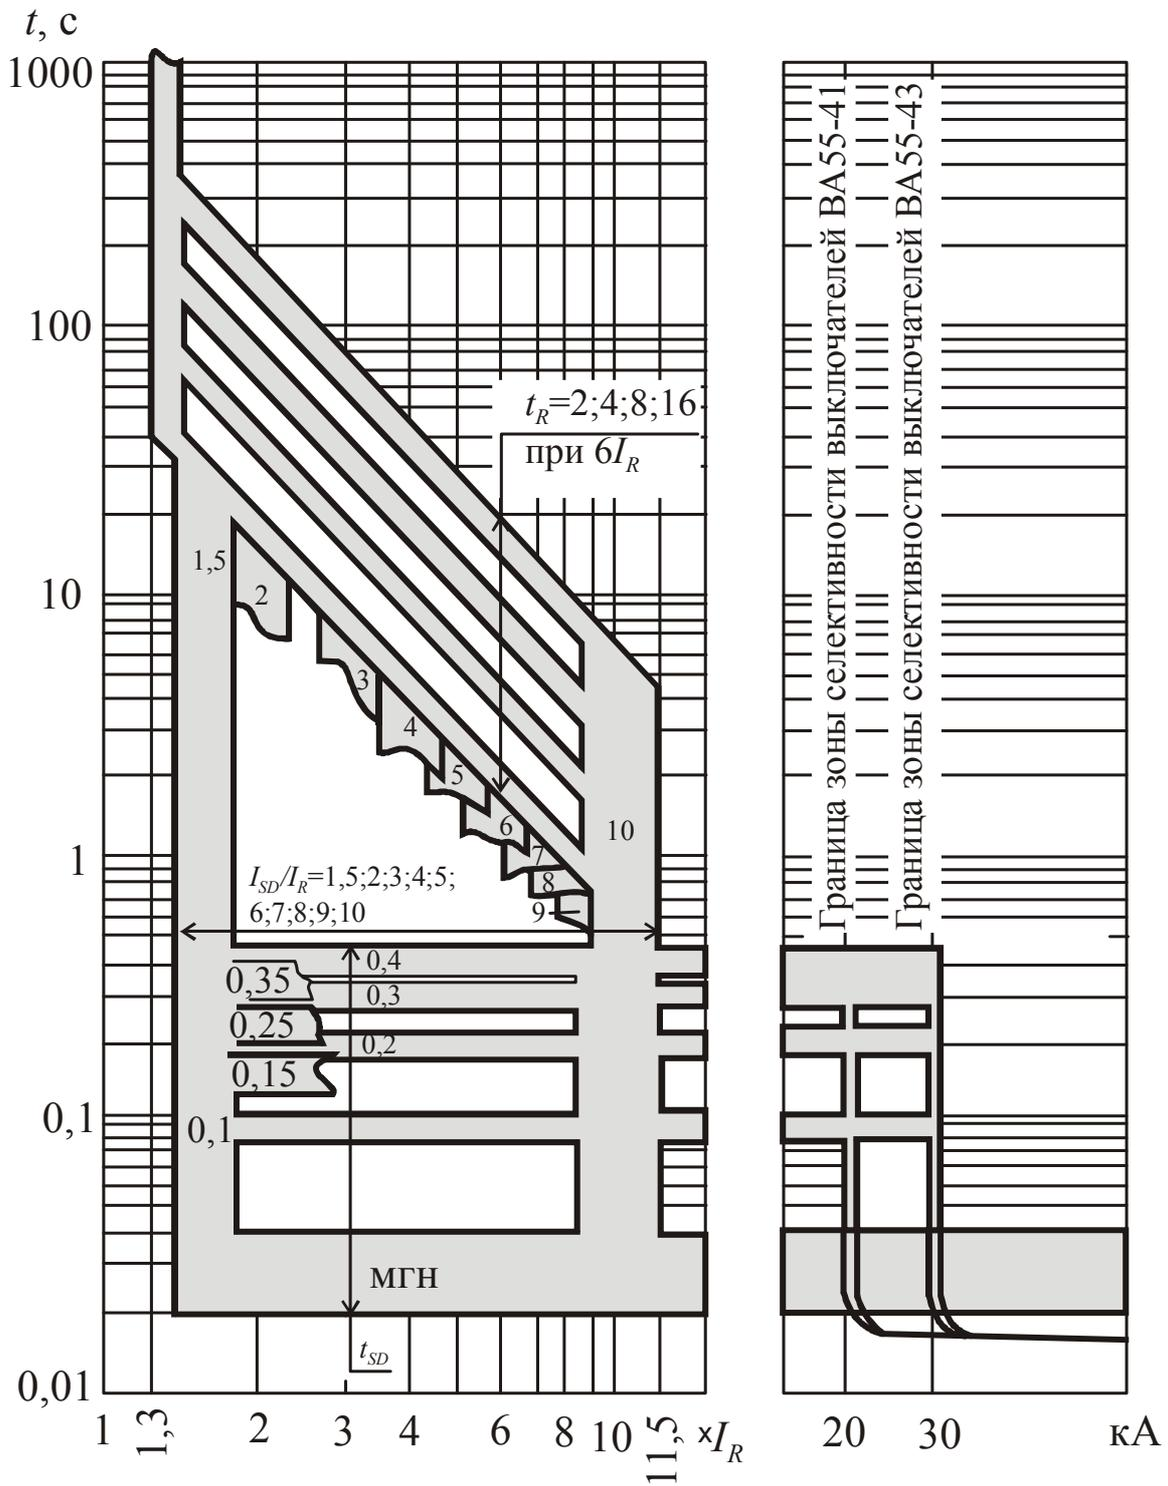

Рис. 2.37. Обратноквадратичная зависимость защитных характеристик автоматических выключателей BA55
Трехполюсные автоматические выключатели серии ВА55 (производитель ОАО «Электроаппарат», г. Курск). Выключатели изготавливаются с полупроводниковым максимальным расцепителем тока на базе микроконтроллера Atmega 16L. Технические (табл. 2.16) и защитные (рис. 2.37, 2.38) характеристики этих автоматов отличаются от характеристик выключателей аналогичных моделей производства ОАО «Контактор», г. Ульяновск.
- типа защитной характеристики (рис. 2.37, 2.38);
*1 – для обратноквадратичной зависимости защитной характеристики, рис. 2.37;